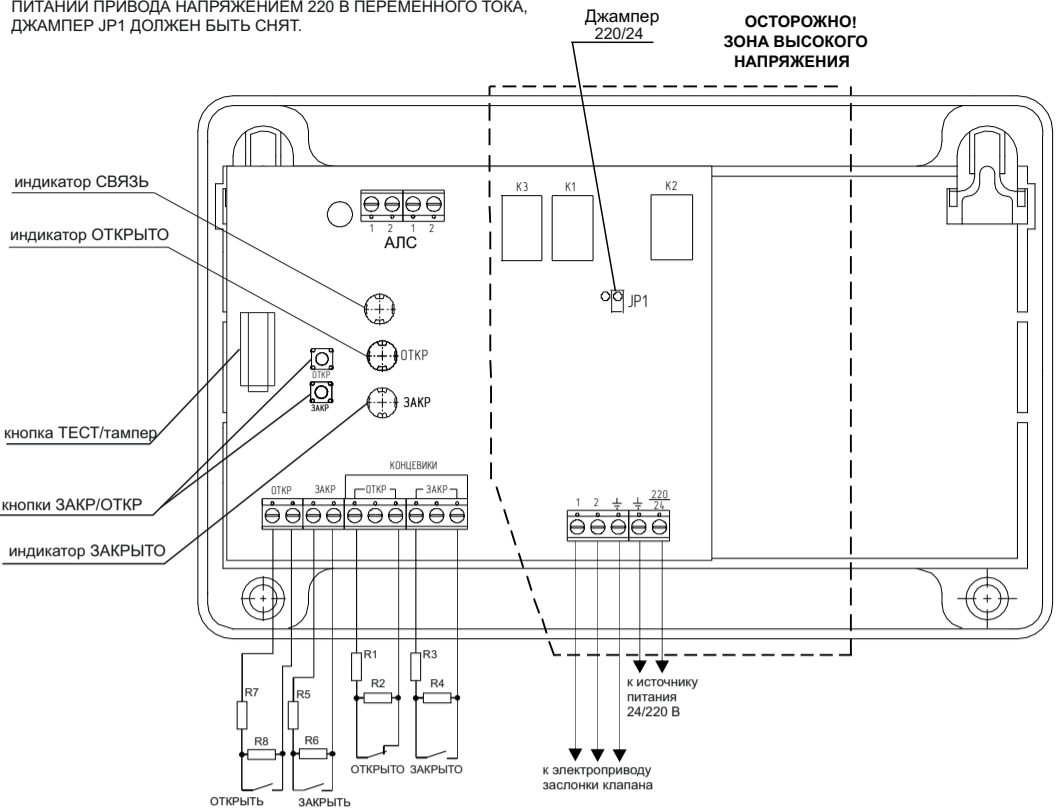

Рисунок 1
Выбор напряжения питания электропривода осуществляется джампером JP1 (см. рисунок 1).
5.5 Джампер JP1 – переключатель напряжения питания электропривода (см. рисунок 1).